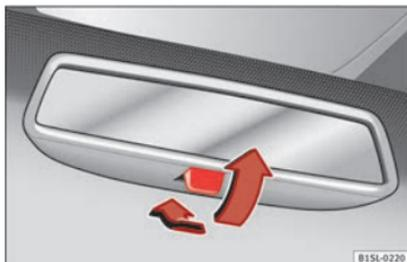

Fig. 146 Retrovisor com antiencandeamento manual.
- Para evitar o encandeamento, puxe o manípulo para trás » **Fig. 146.**